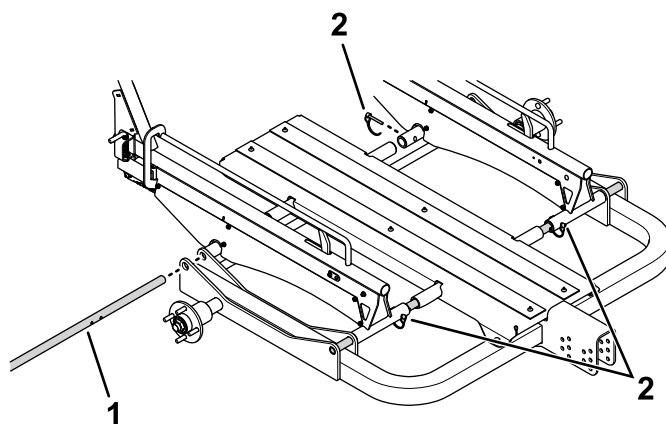

**Figura 18**
1. Posizionate il supporto centrale sul telaio principale come illustrato nella Figura 18.